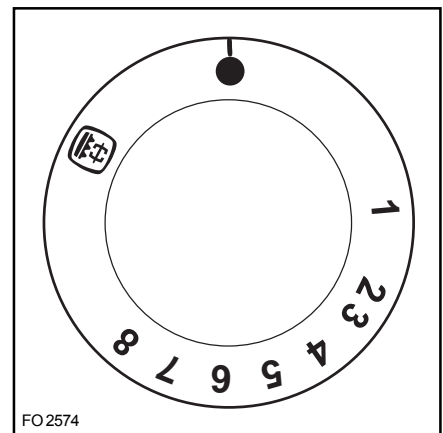

Рис. 3 FO 2574
- Нажмите на регулятор духовки (рис.3) и, удерживая регулятор в нажатом состоянии, поверните его против часовой стрелки на максимальное значение (8).
- Нажмите на регулятор духовки (рис.3), поверните его против часовой стрелки и установите на максимальное значение температуры;